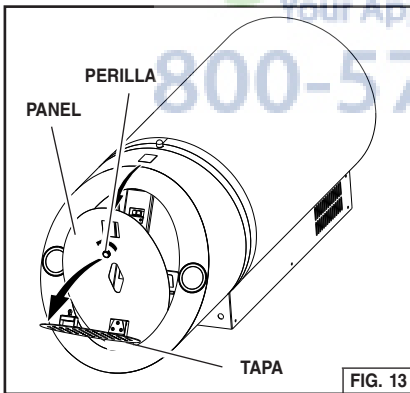

FIG. 13
1. Voltee la cubierta de la campana hacia abajo. Retire el panel destornillando el tornillo de mano. Retire el filtro de grasas y el de carbón. Fig. 13.